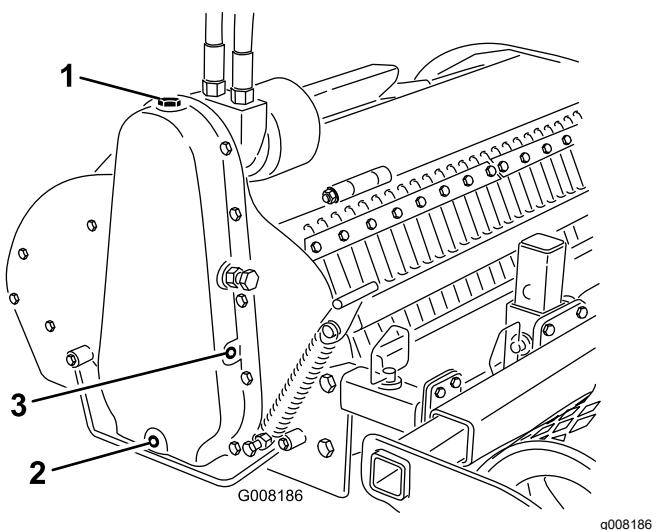

Bild 11
4. Öffnen Sie die Öleinfüllöffnung an der Oberseite des Antriebskettengehäuses (Bild 11).
6. Nehmen Sie die Ablassschraube ab (Bild 11).
8. Bauen Sie die Zündkerze aus (Bild 11).